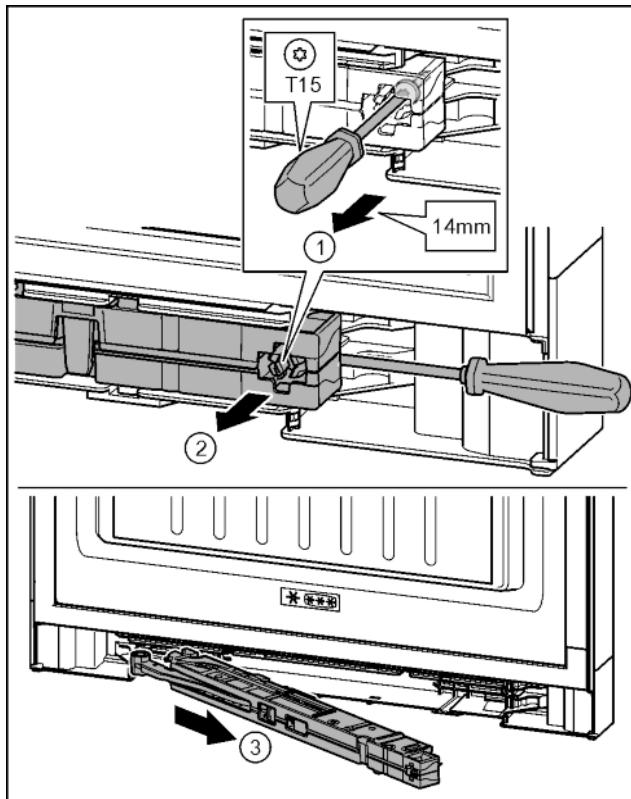

Fig. 16
► Ослабить винт на узле амортизатора с помощью отвертки T15 примерно на 14 мм. Fig. 16 (1)
► Переместить отвертку со стороны ручки за узел амортизатора. Повернуть узел вперед. Fig. 16 (2)
► Вытащить узел амортизатора. Fig. 16 (3)